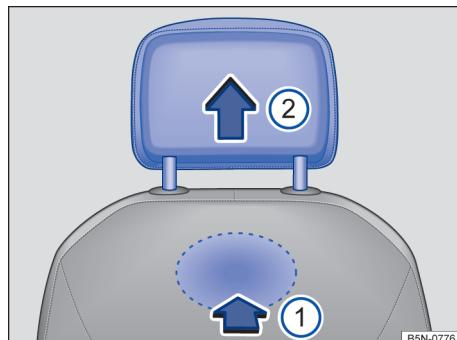

图 62 拆卸前排座椅头枕
- 解锁时，触摸背面标记的凹坑区域并沿箭头方向按入 → 图 62 ①。
- 沿箭头方向拉出头枕 ②。